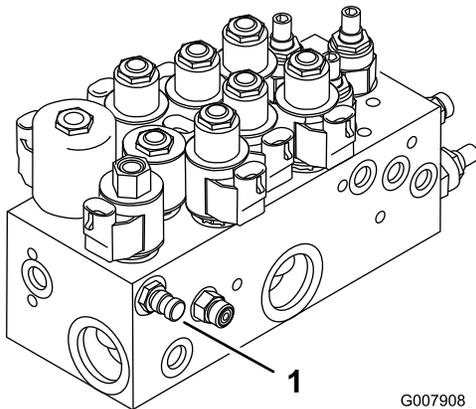
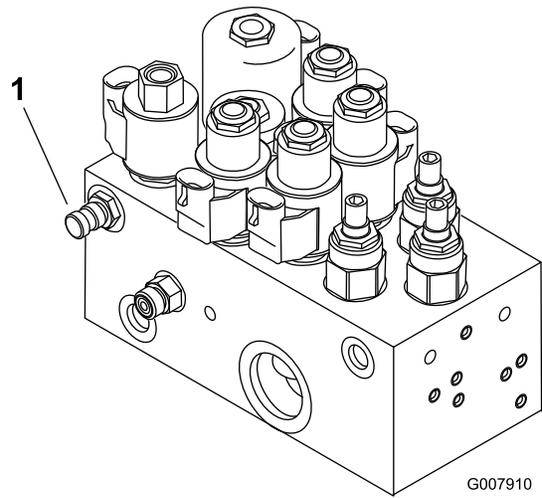

Figura 76
Figura 77
1. A porta de teste A (Figura 76 e Figura 77) é utilizada para ajudá-lo a detectar os problemas no circuito hidráulico dos cilindros de elevação.